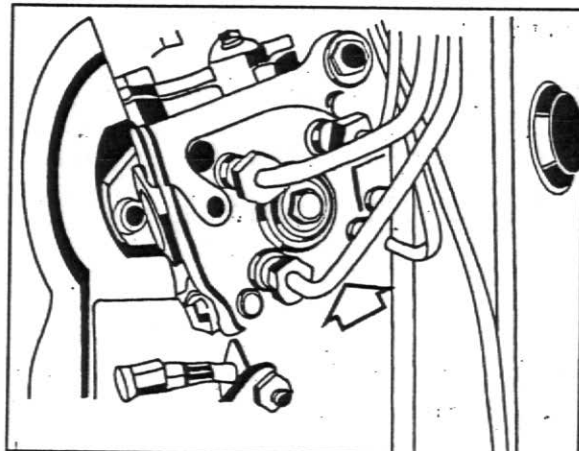

Fig. 9
3. Afrouxe o parafuso de sangria localizado entre os tubos de saída da bomba injetora, fig.9.